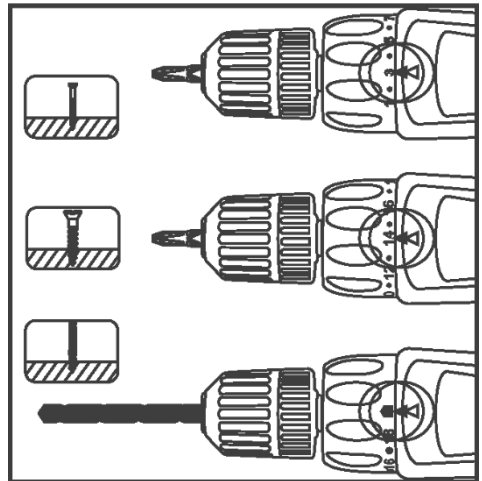

Рисунок 3
2.3.5 Для попереднього встановлення заданого моменту затягування при операціях загвинчування/вигвинчування гвинтів (саморізів) виріб забезпечений торсіонною муфтою. Задане значення виставляється за допомогою кільця регулятора моменту затягування (1) до необхідного значення через провертання кільця до фіксації його на необхідному значенні (див. рисунок 3). Перед вибором зусилля крутного моменту необхідно переконатися, що вимикач (2) знаходиться у позиції «Вимк» і патрон не обертається.